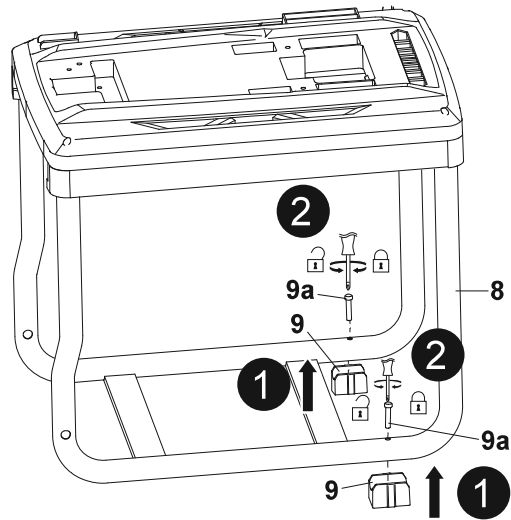

Fig. 1
1. Alinee los orificios de montaje del fondo del pie de apoyo (9) y el bastidor (8) (Fig. 1, paso 1).
2. Apriete el tornillo largo (9a) hacia la derecha a través del orificio de montaje con un destornillador de estrella adecuado (no se suministra) y asegure la conexión (Fig. 1, paso 2).
3. Repita el montaje en el otro pie de apoyo (9).